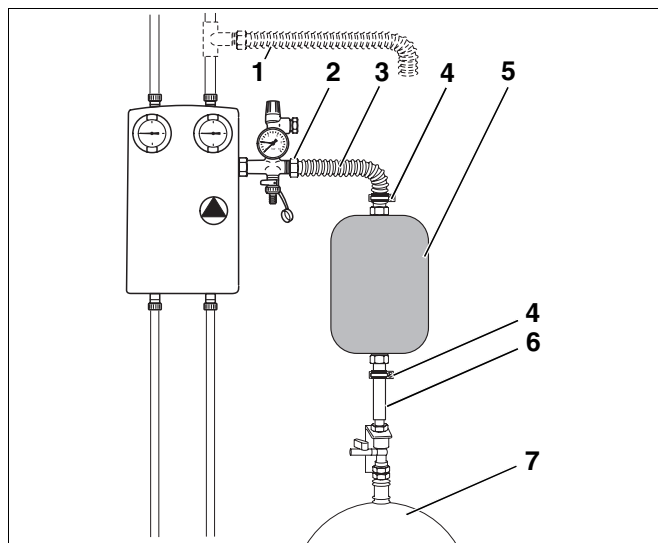
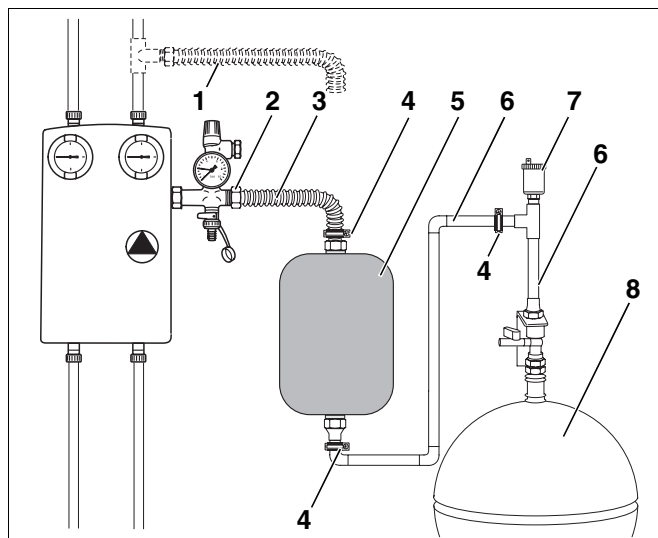

Fig. 1 Montagem do vaso intermédio
Fig. 2 Montagem do vaso intermédio com purga adicional
O vaso de expansão (MAG) deve ser montado por baixo do vaso intermédio (Fig. 1). Se isto não for possível e a tubagem para o vaso de expansão (MAG) tiver de ser instalada com uma inclinação, é necessário montar um dispositivo de purga adicional (Fig. 2, **Item 7**).
- No caso de colectores de tubo de vácuo, os vasos intermédio e de expansão devem ser instalados por cima da estação completa (Fig. 1, **Item 1**) (veja Conjunto de alteração de equipamento, acessórios).
- Ligue o vaso intermédio (Fig. 1, **Item 5**) no retorno ao grupo de segurança da estação completa. Para o efeito, utilize, por ex. o tubo flexível em aço inoxidável (Fig. 1, **Item 3**) do conjunto de ligação do vaso de expansão (AAS-Solar; acessório).
- Fixe as tubagens para e do vaso intermédio (Fig. 1, **Item 5**) com braçadeiras à venda no comércio (Fig. 1, **Item 4**). O vaso intermédio (Fig. 1, **Item 5**) tem de ser montado em posição vertical.
- Ligue o vaso de expansão (MAG) (Fig. 1, **Item 7**) ao vaso intermédio (Fig. 1, **Item 5**) através de um tubo de cobre (Fig. 1, **Item 6**).